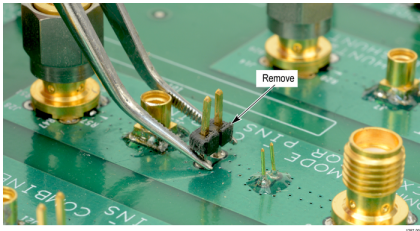

Figuur 7: Afstandsvereisten adapter
De soldeerpinnetjes kunnen rond een op het oppervlak gemonteerd onderdeel op de printplaat worden geïnstalleerd, maar er moet voldoende ruimte vrij blijven voor een goede elektrische verbinding met de adapter. Figuur 7 op pagina 28
3. Breng indien nodig een kleine hoeveelheid lijm aan om de aansluiting op de printplaat verder te versterken. Breng de lijm echter zo laag mogelijk aan voor een goed elektrisch contact voor de adapter. Figuur 7 op pagina 28